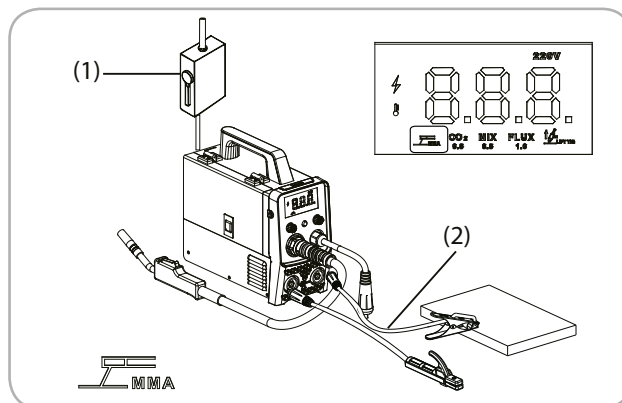

Fig.5
- Se va conecta aparatul la cutia de distribuție Fig 5 (1)
- Electrozul se va monta la terminalul negativ Fig 5 (2)